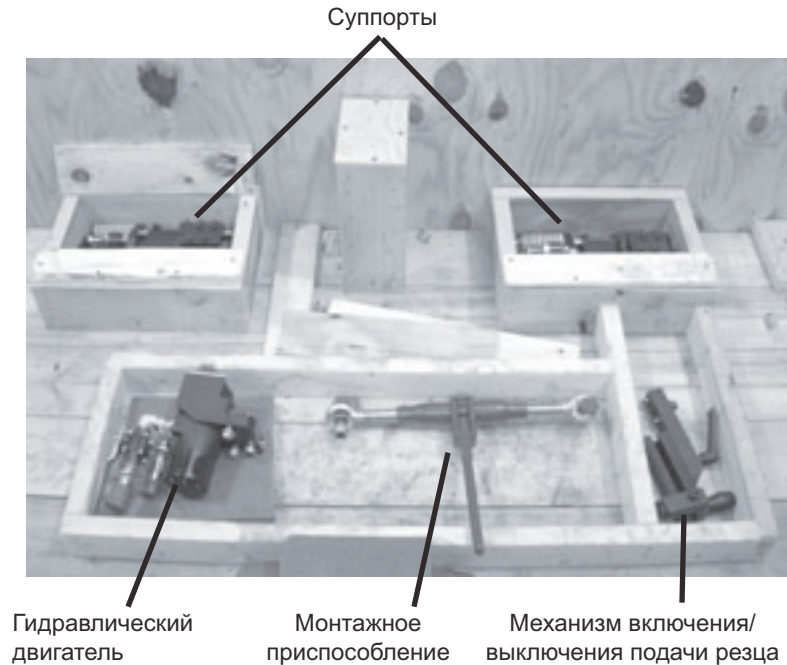

Рис. 4-3. Расположите малоразмерные компоненты агрегата на дне контейнера.
- 1.** Демонтируйте суппорты, механизм включения/выключения подачи и гидравлический двигатель со станка. Разместите указанные компоненты в контейнер для хранения см. Рис. 4-3.